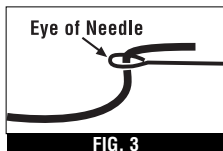

FIG. 3
1. Attach the other end of the elastic cord to the eye of the needle. If necessary, wrap thin clear tape around the joint to secure elastic cord to needle. (Fig. 3)
1. Passez l'autre bout du câble élastique dans le chas de l'aiguille. Mettez, si nécessaire, du papier adhésif étroit pour empêcher le câble élastique de sortir du chas. (Fig. 3)
1. Una el otro extremo de la cuerda elástica al ojo de la aguja. Si es necesario, envuelva con cinta adhesiva fina y transparente alrededor de la junta para asegurar la cuerda elástica a la aguja. (Fig. 3)